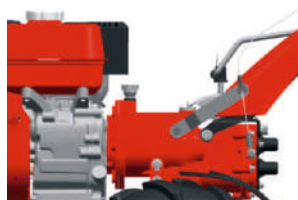

Рис. 21-4
8.2 Регулировка сцепления (рис. 21-4)